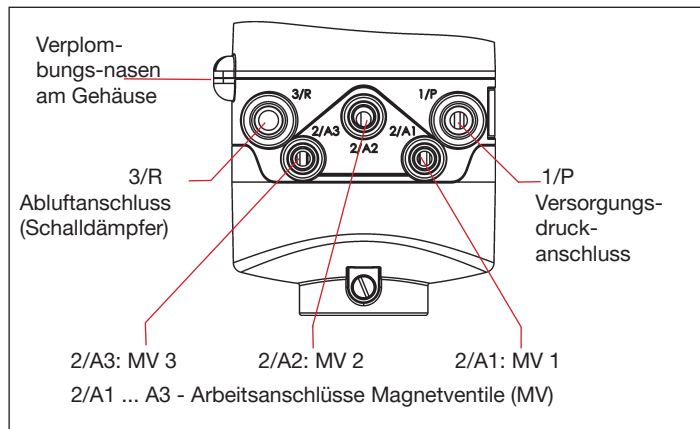

Bild 2: Pneumatische Anschlüsse
- Die benötigten Arbeitsanschlüsse 2/A1 bis 2/A3 (je nach Variante) mit den zugehörigen Anschlüssen des Prozessventils verbinden - siehe "Bild 2" bzw. in der Bedienungsanleitung für Typ 8681.